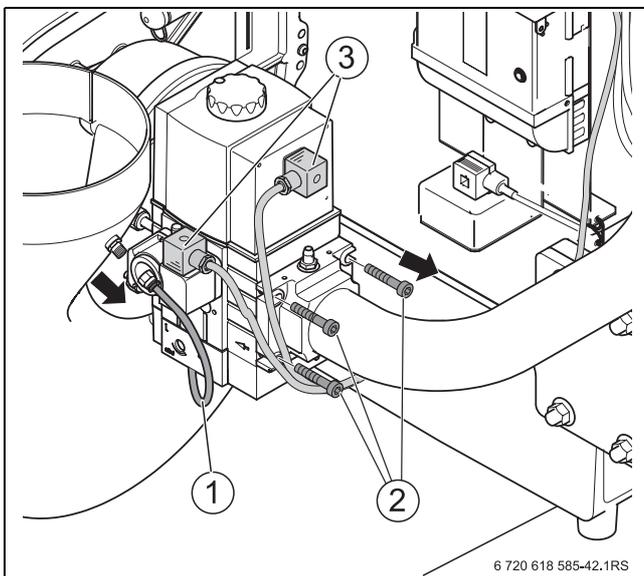

Fig. 55 Allentare i collegamenti della valvola del gas
- Rimuovere i collegamenti elettrici alla valvola del gas e al ventilatore (→ fig. 55, pag. 48).